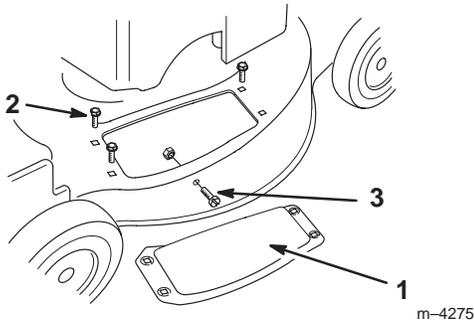

Figure 33
4. Retirer les trois boulons de fixation de la plaque d'éjection au carter de tondeuse (Fig. 33). Conserver soigneusement la plaque et les boulons pour un remontage ultérieur éventuel.
5. Retirer la vis et l'écrou se trouvant sur le côté du carter de tondeuse (Fig. 33). Les conserver pour les utiliser tout à l'heure.